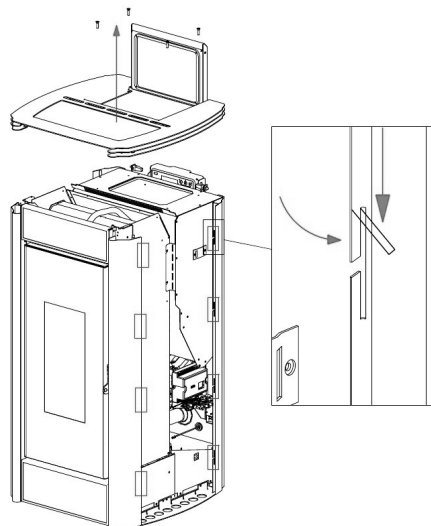

Fig. 35 - Bøg fligene
- Bøj de øverste flige udad med en finger. De er placeret på de sorte lister (se **Fig. 35**).